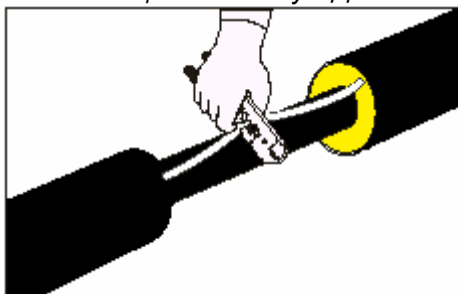

рис.9
3.4.1 Проводи СДКМ вирівняти та обрізати на потрібну довжину, так щоб уникнути провисання на з'єднанні (рис.9).